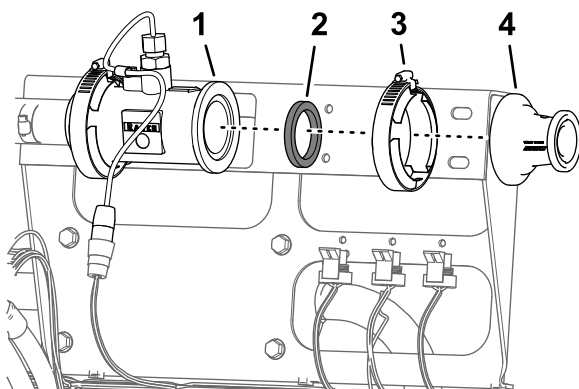

図 69
6. アダプタのフランジ部をフローメータのフランジに固定しているフランジクランプ51mmとガスケット38mmを取り外す 図 69。